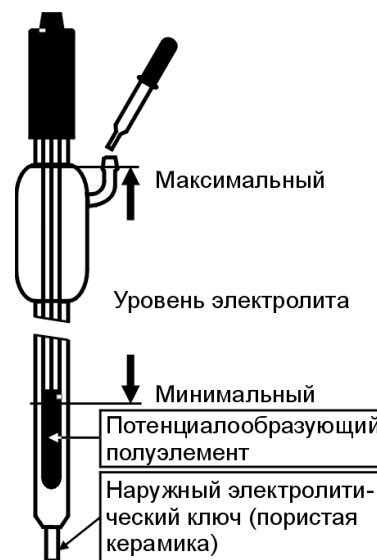

Рис.1
**4.3** Проверить уровень электролита в электроде, он должен находиться в пределах, показанных на рис.1. При необходимости электролит следует долить через патрубков, расположенный в верхней части электрода. Для заполнения рекомендуется применять электролит идентичный электролиту, залитому в потенциалообразующий полуэлемент (3 М; 3,5 М или 4,2 М КСl).